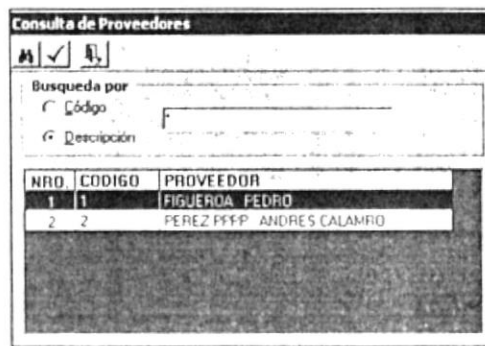

Figura 8.14 Pantalla de Ayuda de Proveedores
- Ingrese el Código del Proveedor, si no sabe el código que desea ingresar puede pulsar la tecla <F5> situándose en el campo de ingreso del código para llamar a la ventana de ayuda de la figura 8.14 y escoja el proveedor deseado.